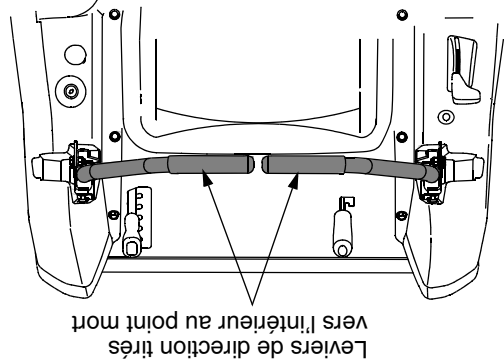

Figure 10
- Tirez les leviers de direction droit et gauche vers l'intérieur, au point mort. Voir la Figure 10.